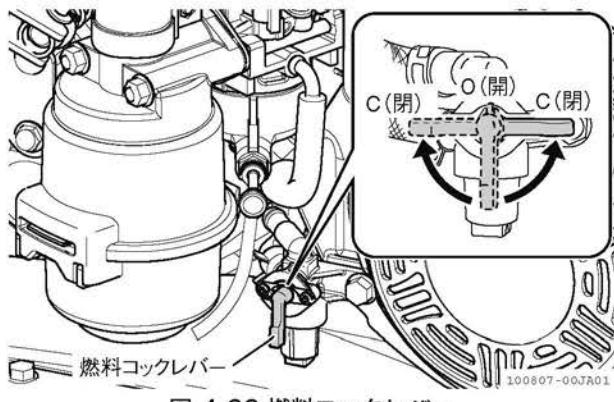

図 4-22 燃料コックレバー
1. 燃料コックレバーを「C (閉)」位置にします。(図 4-22)